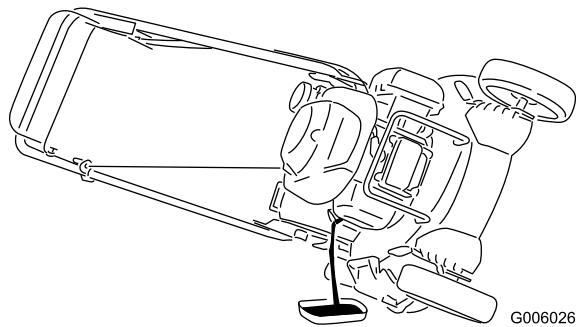

Figura 37
3. Incline la macchina sul fianco, con il tubo di riempimento dell'olio in basso, per vuotare l'olio usato attraverso il tubo di riempimento in un vassoio raccoglitrice (Figura 37).